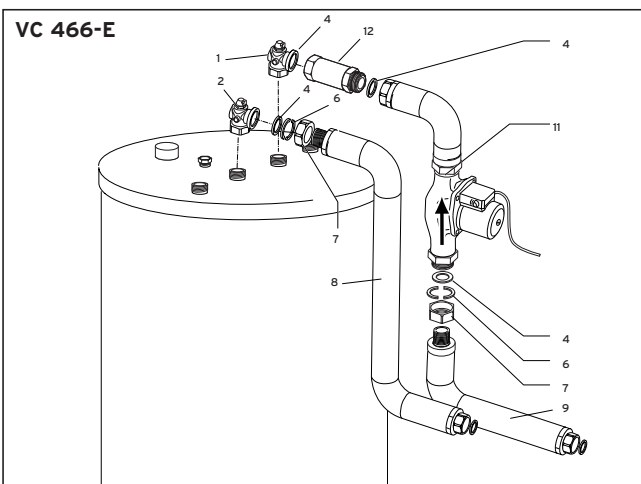

Fig. 5: Montage am Speicher VIH CR 150-200, VIH CQ 150
### Montage der Wellrohre am Speicher (Fig. 5 und 6)
- VIH R 150-200 (siehe Fig. 5)
- VIH CQ 150 (siehe Fig. 5)
- Montieren Sie alle anderen Verschraubungen flachdichtend gemäß Fig. 5 oder 6.
### Legende zu Fig. 5 und 6: